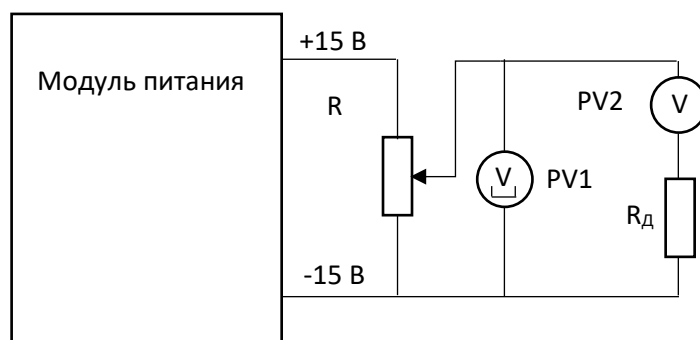

Рисунок 1
минимодуля «Потенциометр $R=10\text{ К}$ » к модулю питания постоянного тока и добавочного сопротивления для измерения напряжения (рис.1);
5. Для проверки результатов расчета величины добавочного сопротивления R_d собрать на наборном поле электрическую цепь (рис. 1). В качестве образцового вольтметра PV1 использовать цифровой мультиметр МУ64 в режиме измерения постоянного напряжения. Для регулирования величины напряжения использовать минимодуль «Потенциометр $R=10\text{ К}$ ». Установить регулятор потенциометра в крайнее левое положение.
6. После проверки схемы преподавателем включить электропитание стенда. Плавно изменяя потенциометром входное напряжение измерять величину напряжения на оцифрованных делениях шкалы аналогового прибора. Результаты измерения напряжения стрелочным (U) и цифровым вольтметрами (U_d) занести к табл. 3. Выключить электропитание.